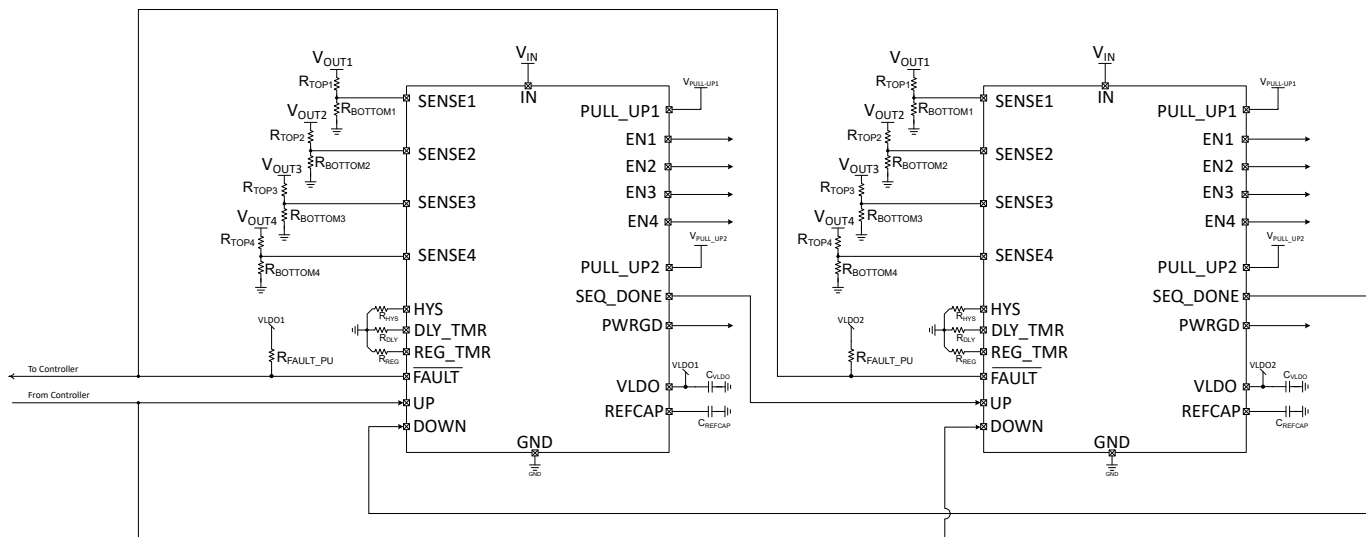

図 8-15. デイジー チェーン構成
TPS7H3014 には、最大 4 つの電圧レールをシーケンス制御/監視するための 4 つの入力チャンネルが内蔵されています。ただし、このアプリケーションで 4 つ以上のチャンネルが必要な場合は、必要に応じて複数のデバイスをデジタイゼーション接続できます。デジタイゼーション構成を、図 8-15 に示します。この場合、ここには 2 つのデバイスのみが表示されていますが、アプリケーションの必要に応じて複数の IC を構成することができます。
3. PULL_UP2は、PWRGDおよびSEQ_DONE出力の出力電圧High(V_{OH})をプログラムする入力電源です。これらの出力は通常、システムコントローラ(通常はFPGAまたはASIC)やハウスキーピング(維持管理)コントローラに接続されます。デジタイゼーション構成では、図 8-15 に示すように、SEQ_DONEは後続のTPS7H3014 I.C.のUPに接続されます。この電源は、ピンのできるだけ近くに1μF以上のコンデンサを配置してデカップリングすることを推奨しています。このアプリケーションでは、V_{PULL_UP1} = 3.3Vです。これは、コントローラI/Oの一般的な電圧です。